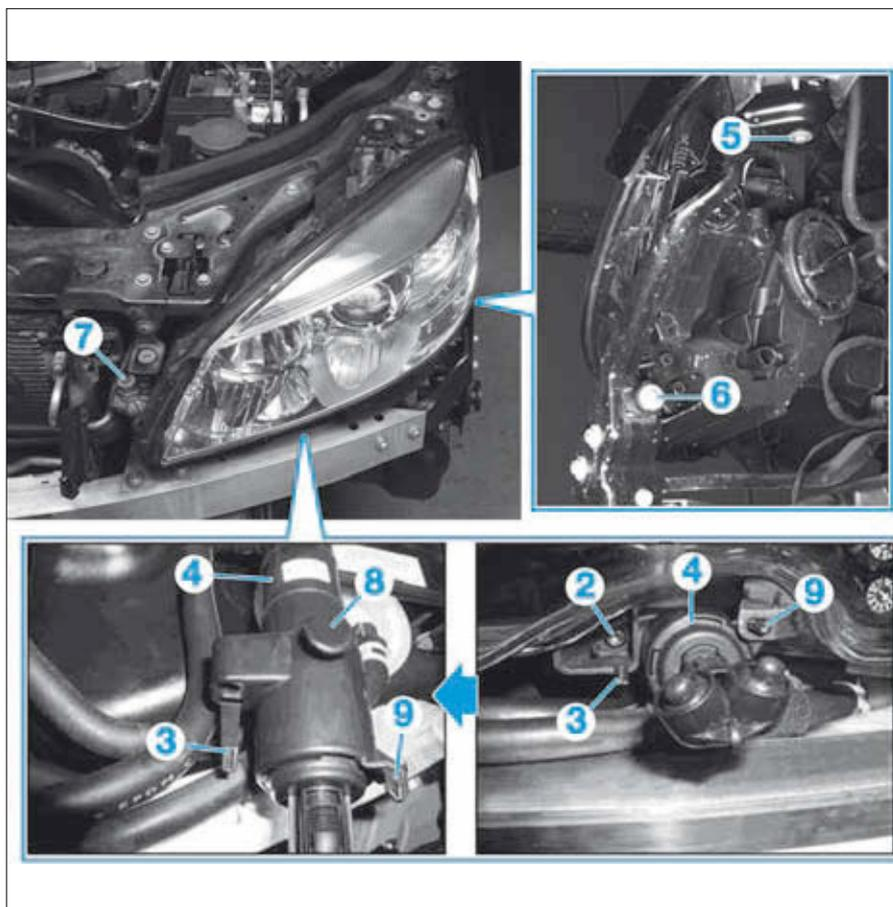

FIG. 43
- Dévisser (sans la déposer) la vis (2) (Fig.43).
- Déverrouiller le crochet (3).
- Pousser le gicleur (4) vers l'arrière.